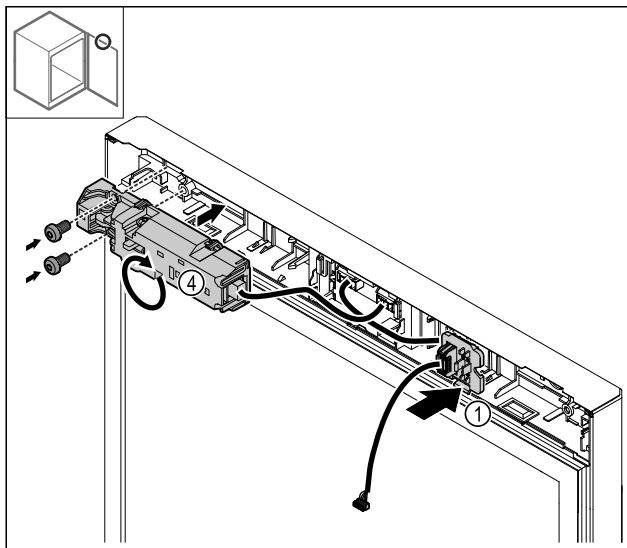

Fig. 25
- Steckerhalterung Fig. 25 (1) auf Gegenseite einrasten.
- Elektrisches Schloss Fig. 25 (4) um 180° drehen und auf Gegenseite befestigen.